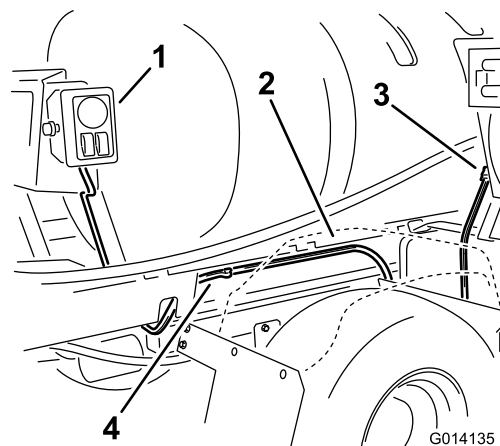

Figura 18
6. En la caja de control, pase el arnés restante con el conector del carrito de la manguera hacia adelante, por el lado derecho de la máquina, entre el patín del depósito y el guardabarros trasero derecho (Figura 18). Utilice 2 conectores a presión para sujetar el arnés de cables al bastidor del patín del depósito.